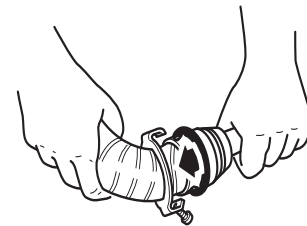

Figura 27
- ▶ Piegarlo il tubo di scarico fumi come richiede la situazione di montaggio. Il tubo deve avere all'estremità un tratto dritto di almeno 2 cm e in questa zona non può essere piegato. Per garantire questo è possibile utilizzare il piegatubi AE (n. art. 30030-33000) disponibile come accessorio per la piegatura del tubo di scarico fumi (Figura 27).